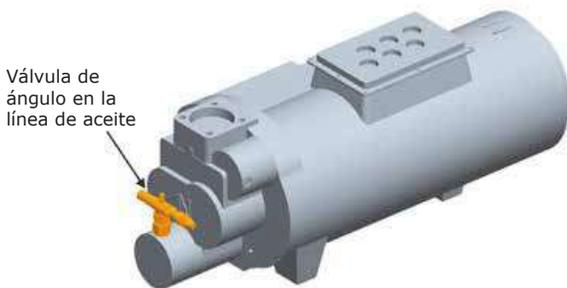

Figura 66. Carga de aceite del compresor
1. Conecte sin apretar la manguera de aceite a la válvula angular de 1/4" de la línea de aceite del compresor, según la **Figura 66. Carga de aceite del compresor**